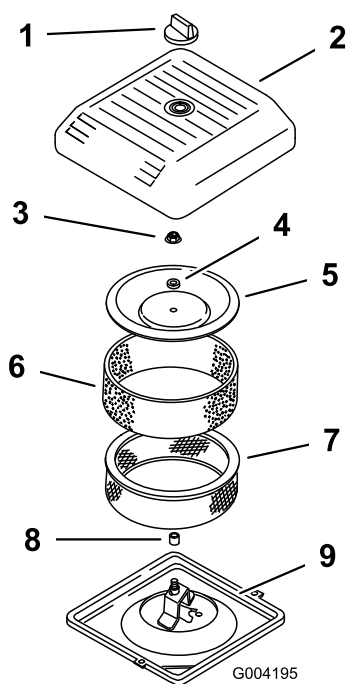

Figure 40
3. Dévissez le bouton et déposez le couvercle du filtre à air (Figure 40).
- Sortez délicatement le préfiltre en mousse de l'élément en papier (Figure 40).
- Dévissez l'écrou du couvercle de protection et déposez le couvercle, l'entretoise et l'élément en papier (Figure 40).
- Posez le filtre à air sur sa base (Figure 40).
- Montez le couvercle, avec l'entretoise, et fixez-le en place avec l'écrou (Figure 40). Serrez l'écrou à 11 N·m.
- Reposez le couvercle du filtre à air et fixez-le en place avec le bouton (Figure 40).